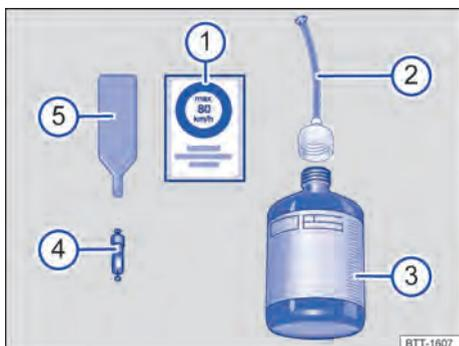

Fig. 242 Representação esquemática: componentes do kit de reparo dos pneus.
O kit de reparo dos pneus é composto pelos seguintes componentes → Fig. 242:
- ① Conector do cabo 12 V.
- ② Interruptor LIGA-DESLIGA.
- ③ Indicação da pressão dos pneus.
- ④ Parafuso de sangria de ar.
- ⑤ Mangueira de enchimento dos pneus.
- ⑥ Compressor de ar.
A **chave para remoção do elemento da válvula** → Fig. 242 ⑤ possui uma fenda na extremidade inferior, na qual se ajusta o elemento da válvula. Somente assim é possível remover e reinstalar o elemento da válvula do pneu. Isto também é válido para o elemento da válvula de reposição ④. ▶
12. Colar a etiqueta adesiva → Fig. 242  do kit de reparo dos pneus no campo de visão do condutor no painel de instrumentos.
- Com a chave para remoção do elemento da válvula → Fig. 242 , desenrosocar o elemento da válvula da válvula do pneu e colocá-lo sobre uma superfície limpa.
- Agitar a garrafa para enchimento dos pneus → Fig. 242  algumas vezes com força.
- Rosquear a mangueira de enchimento → Fig. 242  com firmeza no sentido horário sobre a garrafa para enchimento dos pneus. A película na tampa é perfurada automaticamente.
- Remover a vedação da tampa da mangueira de enchimento → Fig. 242  e introduzir a extremidade aberta totalmente na válvula do pneu.
- Rosquear novamente o elemento da válvula com a chave para remoção do elemento da válvula → Fig. 242  na válvula do pneu. ►